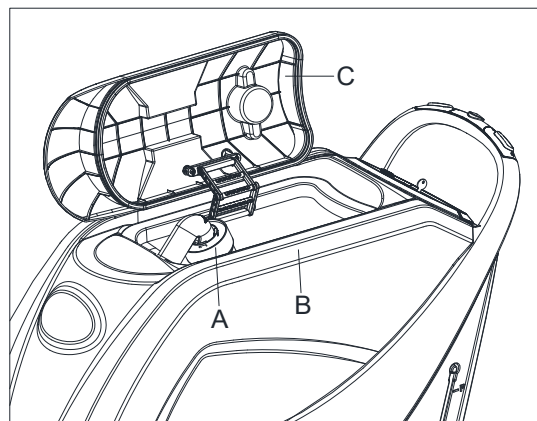

Figura 11
Un sistema di spegnimento automatico a galleggiante (A, Figura 11) blocca il sistema di aspirazione di recupero quando serbatoio dell'acqua di recupero (B) è pieno. La disattivazione del sistema di aspirazione è segnalato da un improvviso aumento della frequenza di rumore del motore di aspirazione, inoltre il pavimento non viene asciugato.
Se il sistema di aspirazione si spegne accidentalmente (per esempio, quando il galleggiante è attivato a causa di un improvviso movimento della macchina), per riprendere il funzionamento: spegnere il sistema di aspirazione premendo l'interruttore (D, Figura 10), quindi aprire il coperchio (C, Figura 11) e verificare che il galleggiante dentro la griglia (A) sia sceso a livello dell'acqua. Quindi chiudere il coperchio (C) e accendere il sistema di aspirazione premendo l'interruttore (D, Figura 10).
Quando il serbatoio di recupero dell'acqua (B, Figura 11) è pieno, svuotarlo seguendo la seguente procedura.
5. Svuotare l'acqua di recupero con il tubo (I, Figura 1). Quindi, sciacquare il serbatoio (B, Figura 11) con acqua pulita.